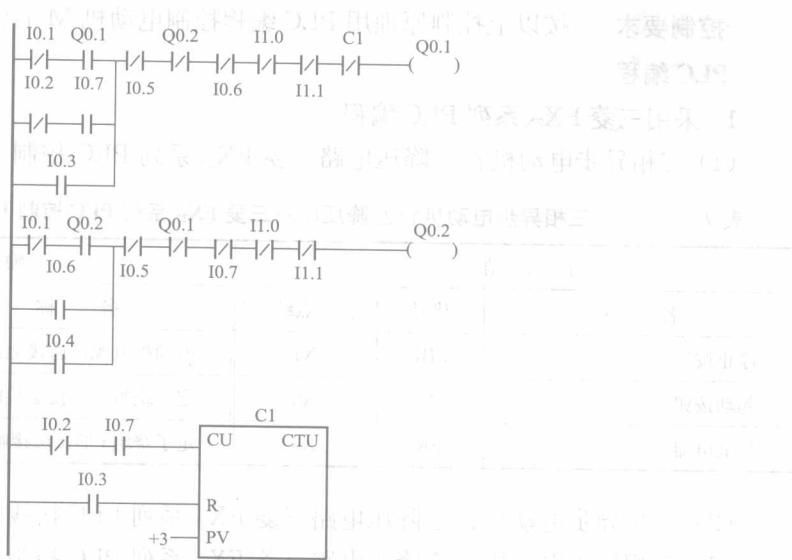

图 11 三相异步电动机手动、自动往复运动
(2) 三相异步电动机手动、自动往复运动西门子 S7 - 200 型 PLC 控制梯形图如图 11 所示。